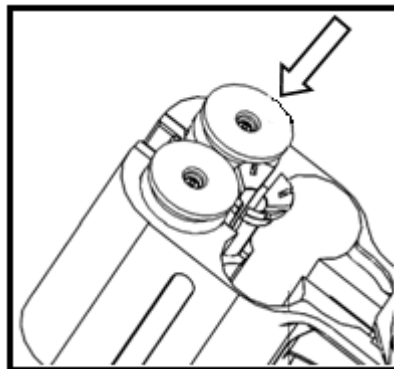

Рисунок 5 – Установка патронов в кассету
3.2.2 Удерживая одной рукой рукоятку, другой рукой установите в кассету выбранные виды патронов. При установке патронов необходимо дослать их до вхождения лепестков цанги в канавки патронов (см. рисунок 5).